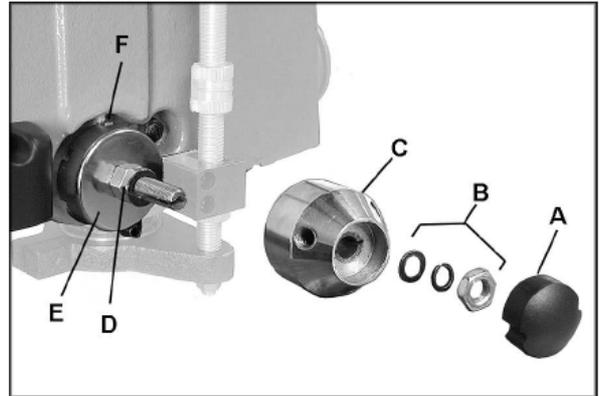

Рис. 19
2. Снимите крышку (А, Рис. 19) и снимите шестигранную гайку и две шайбы (В). Снимите втулку (С).
3. Ослабьте две внутренние шестигранные гайки (D), не снимая их.
4. Вытащите кожух винтовой пружины (Е, Рис. 19), придерживая его. **Следите за тем, чтобы кожух цилиндрической пружины не вращался в руках, иначе пружина может раскрутиться.**
5. Поворачивайте кожух пружины до тех пор, пока переключатель (F) на держателе пружины не зацепится со следующим пазом в кожухе возвратной пружины. Чтобы сильнее натянуть пружину, поверните кожух возвратной пружины против часовой
Время от времени натирайте ремни воском, это обеспечит плавный ход ремня и продлит срок эксплуатации. На станке установлены закрытые подшипники, поэтому смазка не требуется. Чтобы предотвратить коррозию открытых металлических частей стола и основания, регулярно смазывайте их. Не используйте смазку, содержащую силикон или другие синтетические составляющие. Эти вещества могут просочиться в заготовку, тем самым затруднить последующее окрашивание и обработку заготовки. Возвратную пружину шпинделя необходимо смазывать один раз в год, используйте смазку SAE 20. Чтобы залить смазку за кожух возвратной пружины (Е, Рис. 19), используйте ручную маслёнку.